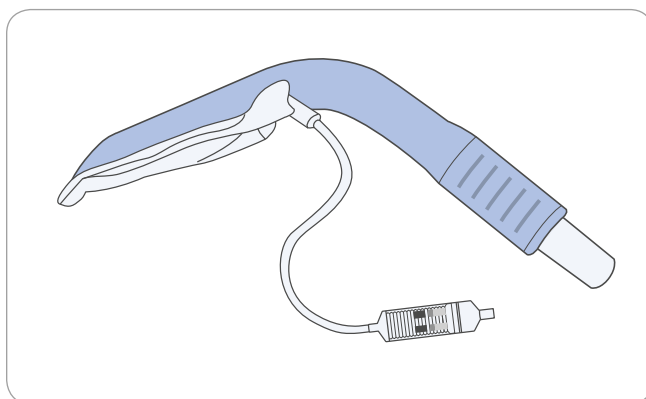

Figura 8. Quando si ottiene una forma a cuneo della cuffia durante lo sgonfiaggio, scollegare la siringa dalla linea di gonfiaggio
4. Tenere la siringa in tensione, scollegandola rapidamente dalla bocca di gonfiaggio. In questo modo, si ha la certezza che la maschera resti completamente sgonfia, come illustrato nella **Figura 8**.